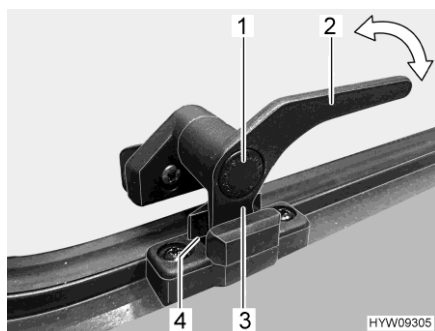

Fig. 63 Levier de verrouillage (position "Aération permanente")
- En position "Aération permanente" (Fig. 63)
- Enfoncer le bouton de sécurité (Fig. 63,1) et le maintenir enfoncé.
- Tourner le levier de verrouillage (Fig. 63,3) d'un quart de tour vers le centre de la fenêtre.
- Remettre le levier de verrouillage en position initiale. Le tenon de verrouillage (Fig. 63,3) du levier de verrouillage doit pénétrer alors dans le logement prévu à cet effet dans le verrouillage de fenêtre (Fig. 63,4).
- Relâcher le bouton de sécurité (Fig. 63,1).